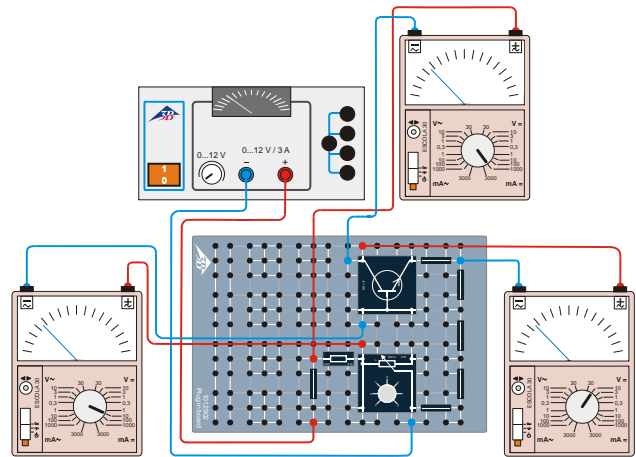

Fig. 4: Schéma de circuit pour enregistrer la caractéristique de commande.
- Montez le circuit comme le montre la Fig. 4. Les trois multimètres analogiques connectés servent à contrôler la tension collecteur-émetteur  $U_{CE}$  ainsi qu'à mesurer l'intensité du courant de la base  $I_B$  et l'intensité du courant du collecteur  $I_C$ .